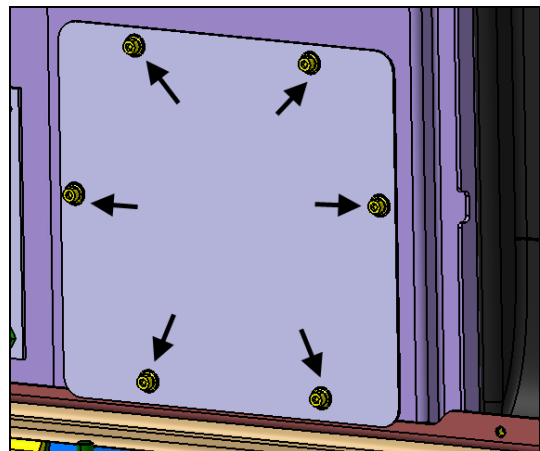

FIG.6 SÉRIE X3 - TRAPPE D'ACCÈS AU CAPTEUR RADAR
10. **Série X3** : Abaisser le pare-chocs et enlever la trappe d'accès au capteur radar (fig.6).